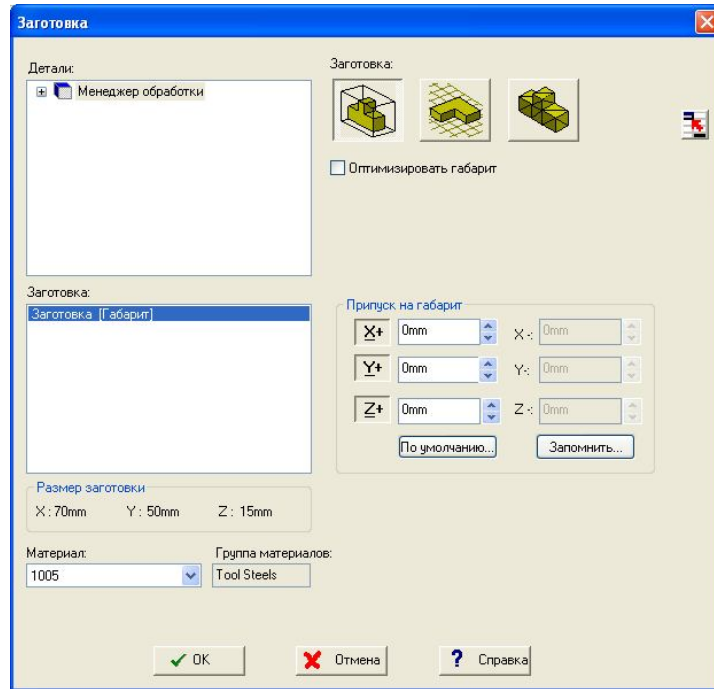

Рисунок 5.7 - Вибір розмірів заготовки
3. У вікні, що відкрилося, призначте параметри заготовки (рис. 5.7).